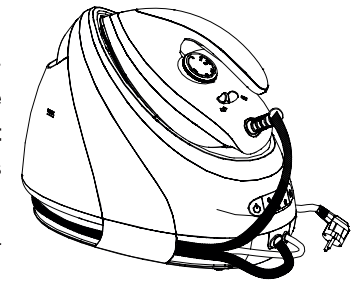

FIGURE 5
4. Placez le fer sur son repose-fer et verrouillez-le (reportez-vous au paragraphe « Système de verrouillage du fer »). **Laissez refroidir complètement la centrale (fer et chaudière) avant de la ranger** dans un endroit sûr, résistant à la chaleur et à l'humidité. Enroulez les cordons secteur et vapeur autour de la centrale pour les ranger (voir figure 5 ci-contre).